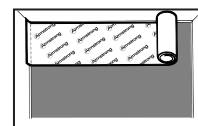

Figure 6
- Posez la sous-couche dans le sens selon lequel le revêtement de sol en bois dur sera posé (figure 6).